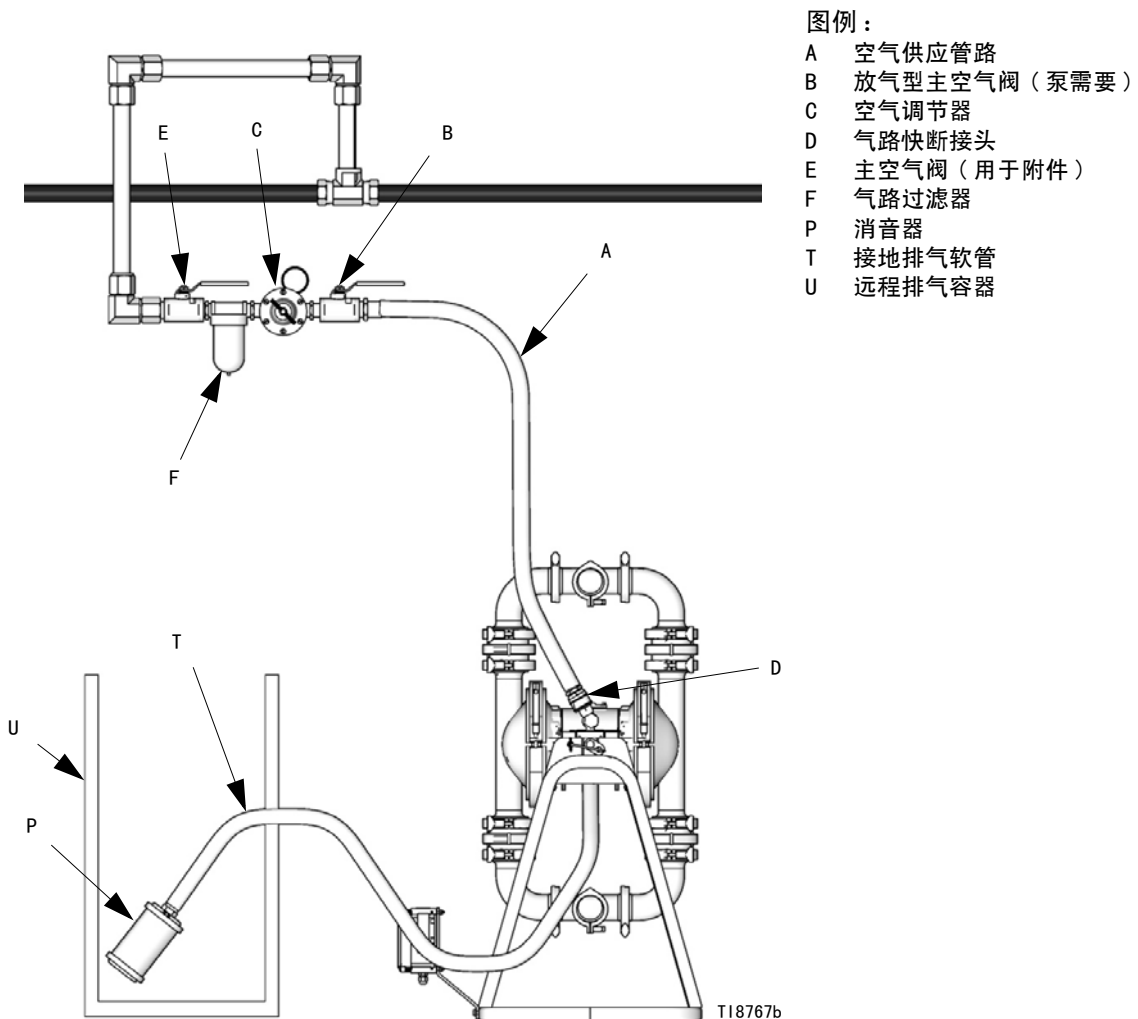

图5：排出废气
隔膜故障可导致泵送流体与空气一起进入排气管。在排气管端头放置一个合适的容器以接住流体。参见图5。
1. 从泵排气接口上卸下消音器（P）。参见图5。
3. 将一个接地容器（U）放在排气管路的端头，以防隔膜破裂时可接住流体。参见图5。